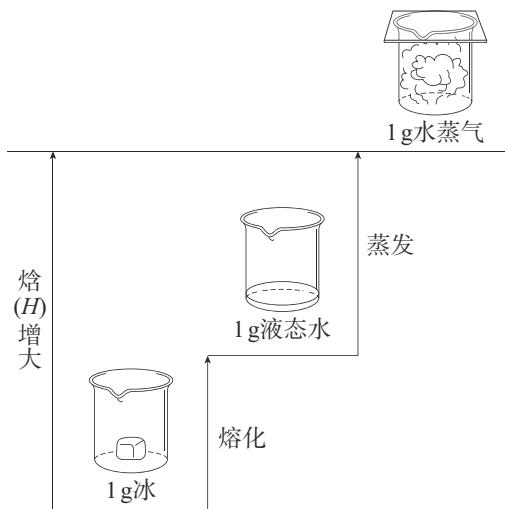

图1-6 水的聚集状态变化时的焓变示意图
2. 需注明反应物和生成物的聚集状态。因为物质的聚集状态不同时，它们所具有的内能、焓也均不同。例如，冰熔化为水时，需要吸收热量；水蒸发为水蒸气时，也需要吸收热量（如图1-6）。因此，H2与O2反应生成1 mol H2O(l)与生成1 mol H2O(g)时所放出的热量是不同的。